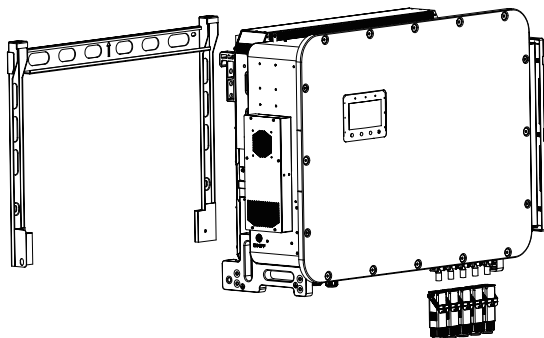

图3.5 壁挂式支架安装
- 2.将逆变器抬起（注意避免身体拉伤），并将逆变器背面的支架与安装支架的凸起部分对齐。将逆变器挂在安装支架上，并确保其稳固固定（见图3.5）。